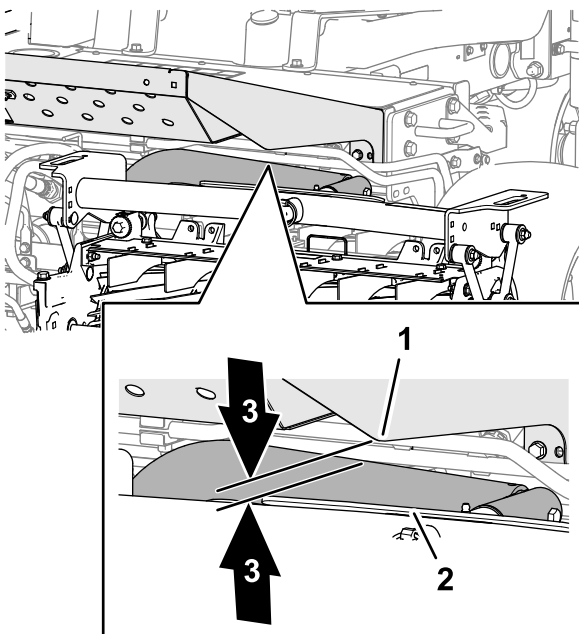

Figura 26
3. Negli apparati di taglio anteriori, misurate la distanza tra il braccio di sollevamento sinistro e la staffa della piastra d'appoggio, e tra il braccio di sollevamento destro e la staffa della piastra d'appoggio (Figura 26).